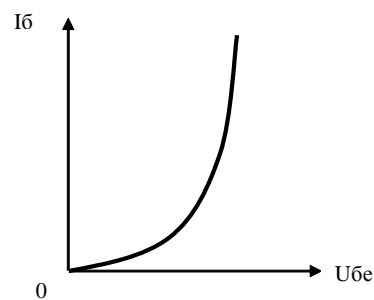
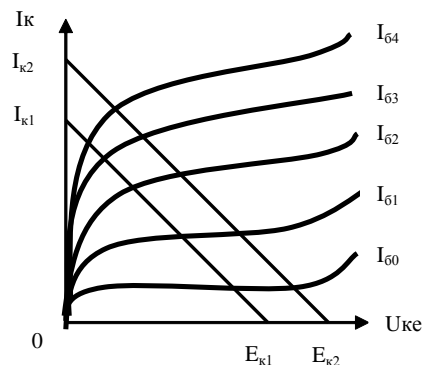

Рисунок 4
Рисунок 5
5. За результатами експерименту побудувати вхідну характеристику $I_б = f(U_{бе})$ (рис.4) і вихідну характеристику $I_к = f(U_{ке}, I_б)$ (рис.5).